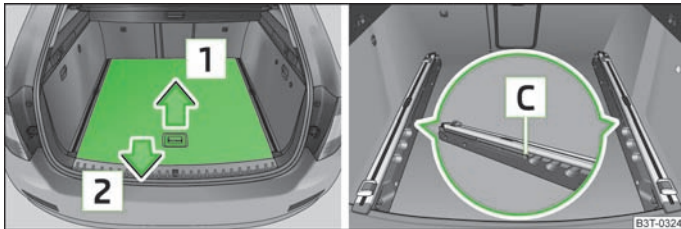
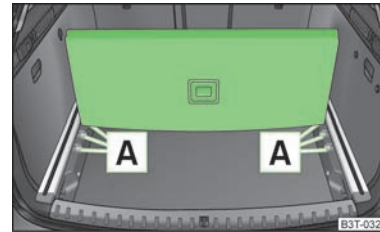

Fig. 73 Portbagajul: tragerea parțială a podelei variabile
Fig. 74
- Prindeți de mâner partea din spate a podelei variabile, ridicați puțin în sensul săgeții **1** » fig. 73 și scoateți-o peste bara de protecție în sensul săgeții **2**, până când se fixează în decupajul **C** » fig. 73.
- Apucați mânerul părții din spate a podelei, ridicați în sensul săgeții **1** » fig. 73 și așezați marginea din spate într-unul din decupajele **A** » fig. 74.